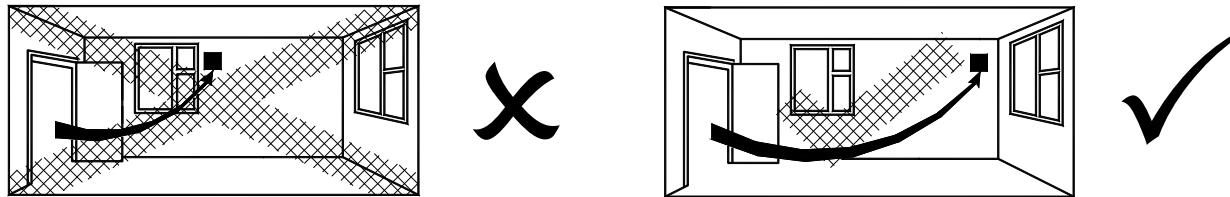

Fig.1 EN- Continuous trickle (6l/s or 8l/s) with no boost facility. (The fan is internally fused)
1. Kies het juiste aansluitschema in en volg dit op. (Fig. 1, 2 of 3)